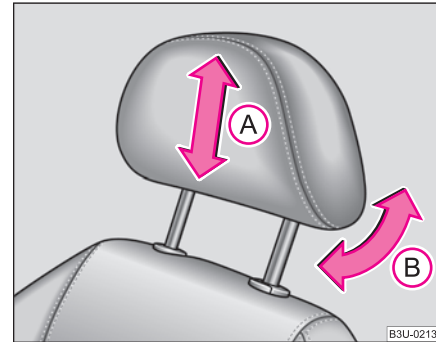

Fig. 57 Reglarea tetierei
- Cuprindeți tetiera cu ambele mâini de părțile laterale și împingeți în sensul indicat de săgeată (A) în sus sau în jos ⇒ fig. 57. Reglați tetierele astfel încât marginea de sus a tetierei să se afle la aceeași înălțime cu partea cea mai de sus a capului dvs. ⇒ pagina 151, fig. 137.
Tetierele scaunelor din față se pot regla pe înălțime și ca înclinație ⇒ fig. 57, cele laterale din spate, numai pe înălțime (cca. 15 mm). Tetiera centrală din spate este fixă.